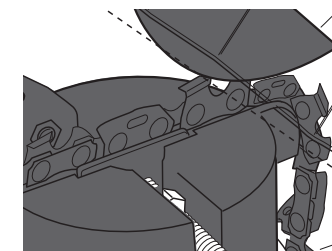

Fig. 6
- > Empuje hacia abajo el alojamiento del motor (4) con la empuñadura (2) para verificar que el disco de afilado (15) se corresponda con el ángulo de la cadena de la motosierra (fig. 6).